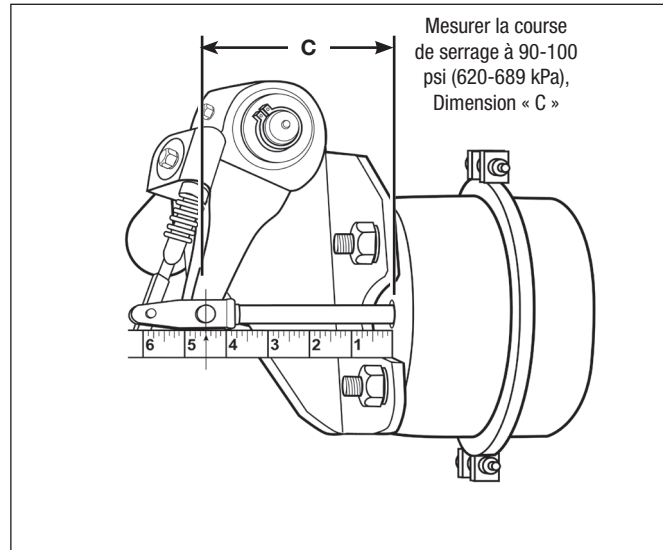

Figure 10 – Mesurer la course de serrage à 90-100 PSI (620-689 kPa)
5. Serrer le frein à une pression de 90-100 psi (620-689 kPa), puis mesurer la distance entre la face du récepteur et la ligne médiane du grand axe de chape. Cf. *Figure 10*. Retrancher « C » de « A » pour obtenir la course de serrage à 90-100 psi (620-689 kPa). Cf. le *Tableau 2* pour connaître la course maximale juste, selon le récepteur de freinage monté.